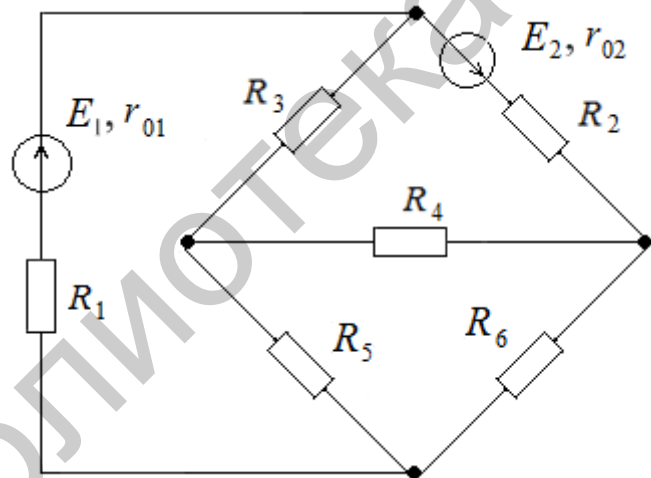

Рис. 136
69. Определить ток I_4 методом эквивалентного генератора в электрической цепи (рис. 136), если $E_1 = 20$ В; $E_2 = 40$ В; $R_1 = 64$ Ом; $R_2 = 48$ Ом; $R_3 = 30$ Ом; $R_4 = 25$ Ом; $R_5 = 50$ Ом; $R_6 = 15$ Ом; $r_{01} = 1$ Ом; $r_{02} = 2$ Ом.